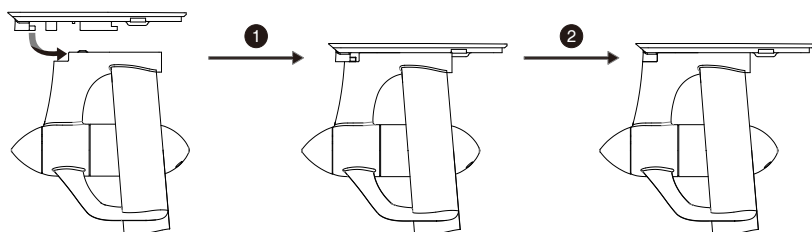

Figura 3-3
1) Fije el adaptador de caja de aletas de SUP hinchable en la base del motor (figura 3-3). En primer lugar, alinee el adaptador con la base del motor; a continuación, introduzca el adaptador en la base del motor hasta que quede bien sujeto.